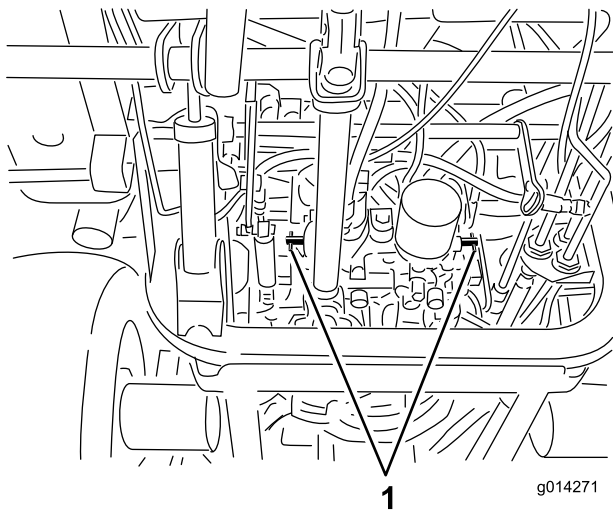

Figura 19
4. Rode cada válvula de derivação no sentido contrário aos ponteiros do relógio 1 volta (Figura 19).
Rode cada válvula de derivação no sentido dos ponteiros do relógio 1 volta e aperte-as à mão (aperte cerca de 8 Nm) (Figura 19).